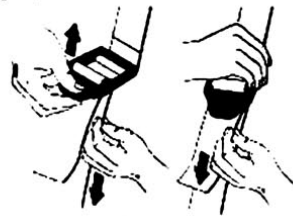

Fig.9
6. Se tenir en position d'utilisation (Fig.8), pour ajuster la longueur de façon adéquate. Rallonger la bandoulière en tirant sur la lanière et en relevant la boucle (Fig. 9). Raccourcir la bandoulière en faisant ressortir un peu de lanière de la boucle et tirer sur le bout, tout en tenant la boucle (Fig. 9)